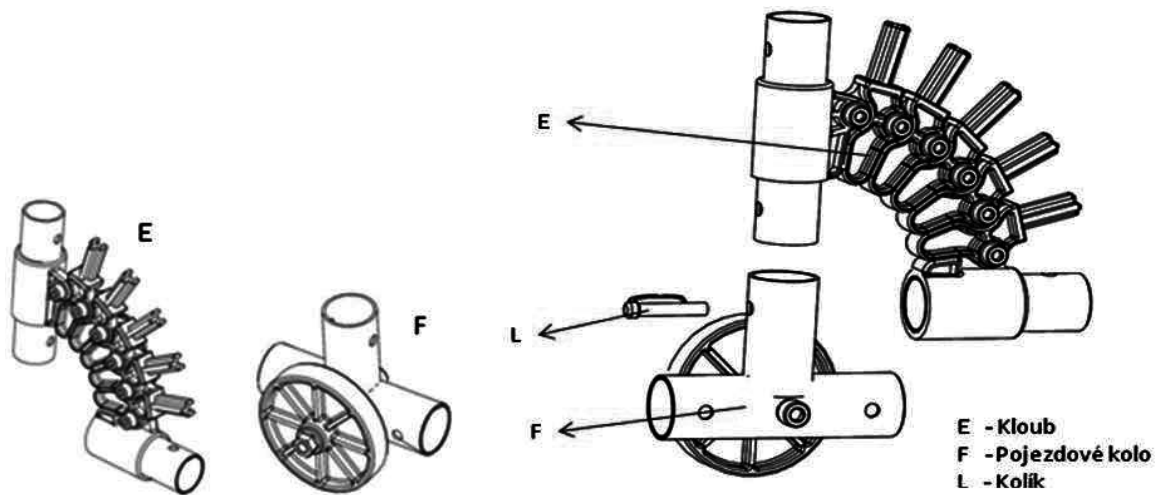

Abbildung 4
Jede Verpackung der Bedachung beinhaltet vormontierte Gelenke (E), (zwei linke und zwei rechte) und 4 T-Stücke mit dem Laufrad (F), (Abb. 4) (Bedachung Oval verlängert beinhaltet 6 T-Stück). Die Gelenke sind mit den T-Stücken so zu verbinden, dass das Rad auf dem Boden fahren kann, das Gelenk nach oben und Gelenkmütter zum Rad hin gerichtet sind. Diese Einheit ist mit dem Stift (L) zu sichern. Die Stiftnase muss zum Rad hin (Abb. 4 rechts) gerichtet sein. Auf diese Weise sind vier Laufteile mit Gelenken zu bilden.